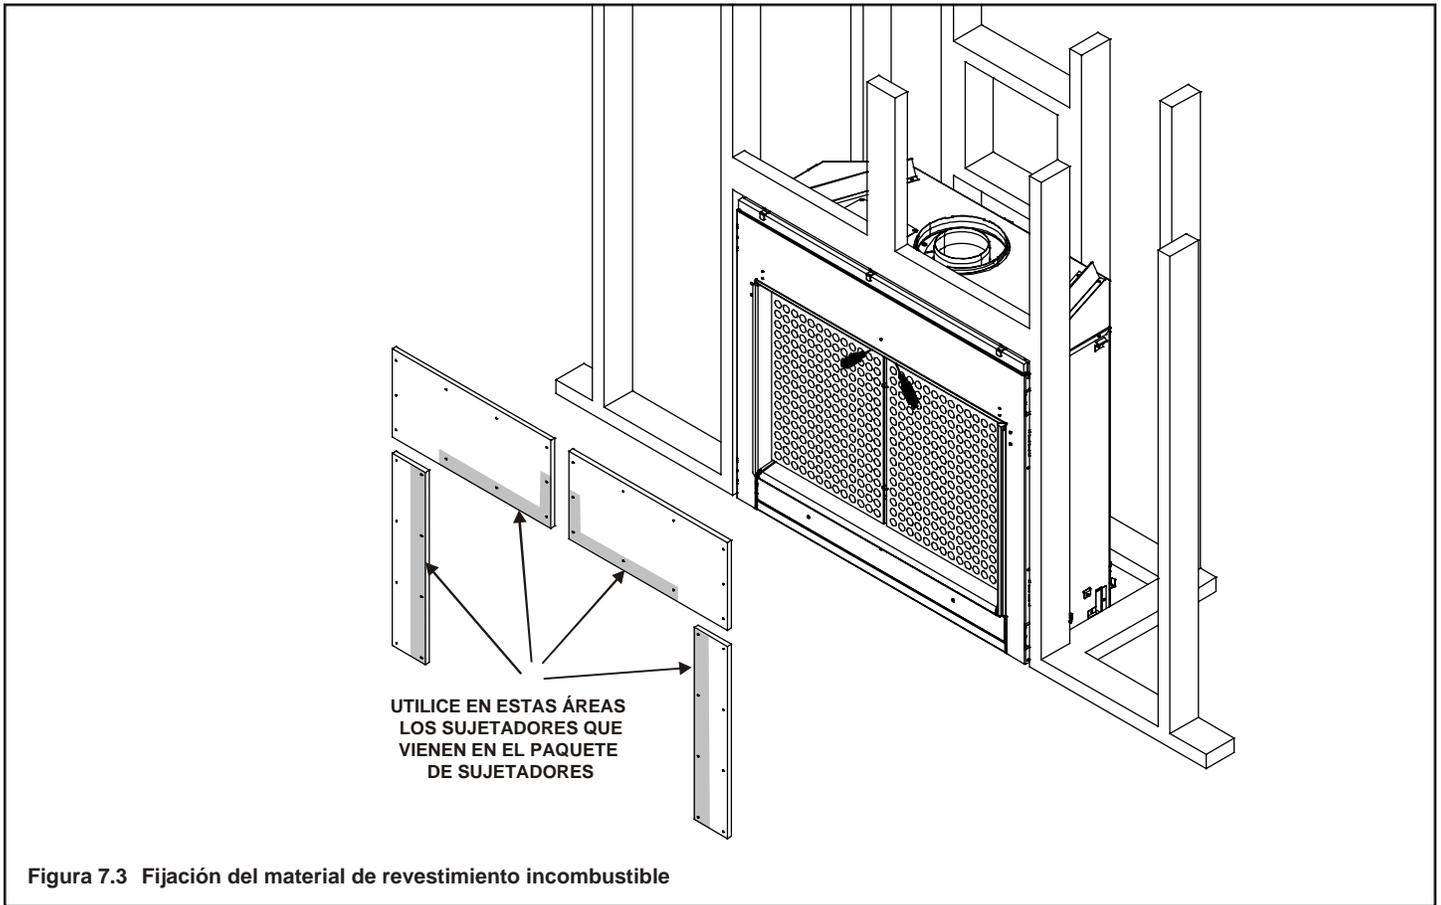

Figura 7.3 Fijación del material de revestimiento incombustible
- Centre y fije los dos tableros superiores al armazón. Vea la figura 7.3.